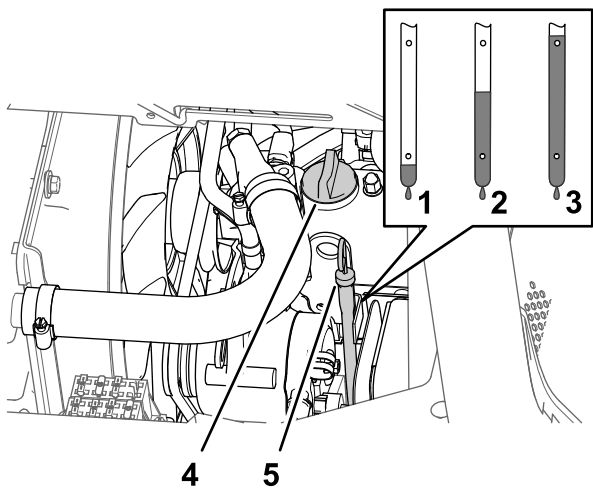

图 80
5. 从发动机气门室盖的加油颈上取出加油颈盖图 80 慢慢从加油颈注入规定油量的大约 80 %。
6. 取出量油尺并检查发动机中的机油油位 (图 80)。
7. 慢慢注入规定油量的剩余部分使油位达到量油尺上的“已满”标记处图 80。
8. 将加油颈盖装入加油颈将量油尺装入量油尺管道图 80。